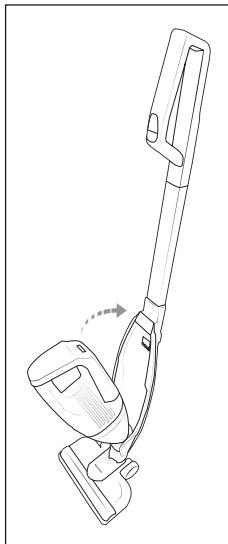

Abb. 3
- 1) Um das Handteil **2** mit dem Stiel **11** zu verbinden, schieben Sie die Spitze des Handteils **2** in die Aussparung der Handteilmulde **14** (Abb. 3).
- 2) Drücken Sie dann den Griff **1** des Handteils **2** in die Handteilmulde **14**, so dass das Handteil **2** einrastet und fest sitzt (Abb. 3).